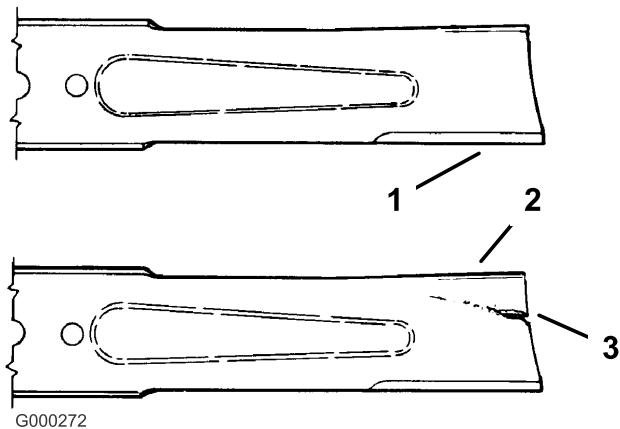

Figure 45
2. Inspectez les lames, surtout la partie incurvée (Figure 45). Remplacez immédiatement toute lame usée, endommagée ou qui présente une entaille (repère 3 de la Figure 45).
1. Examinez le tranchant des lames (Figure 45). Si les lames ne sont pas tranchantes ou si elles présentent des indentations, déposez-les et aiguisez-les (voir Aiguisage des lames).